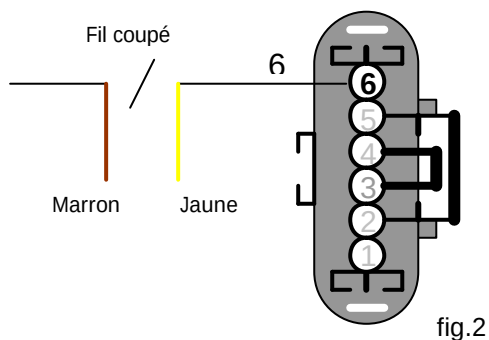

fig.2
- Coupez le fil de la position 6 du connecteur de la pédale. Soudez le fil jaune au fil en position 6 sur le côté du connecteur. Soudez le fil marron au fil en position 6 sur le côté du câblage principal (fig.2)
- Coupez le fil de la position 6 de la pédale d'accélérateur. Soudez le fil jaune au fil en position 6 sur le côté du connecteur. Soudez le fil marron au fil en position 6 sur le côté du câblage principal (fig.2).